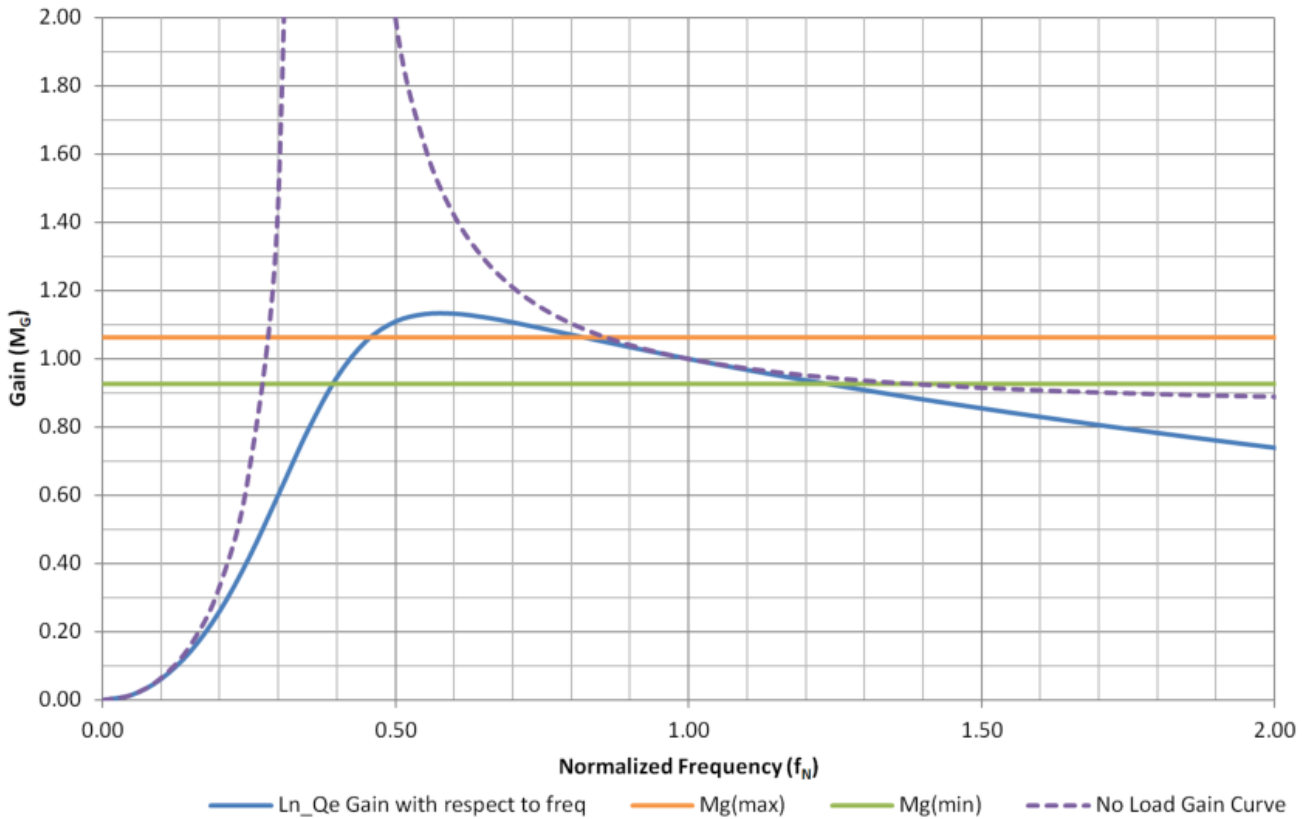

图 2. 该增益曲线针对 LLC-SRC 设计而构建。
100kHz 是硅基设计的常见谐振频率目标。对于音频应用，目标应设为 100kHz，以实现连续功率工作点。图 2 展示了针对上述示例的增益曲线。工作频率范围为 83kHz 至 139kHz。
2. 禁用突发模式：在待机模式下，转换器将需要通过标准开关操作来调节输出。这降低了轻负载效率，但可以降低复杂性并进一步消除任何可闻噪声问题，例如次级侧整流器寄生效应对增益曲线的影响。图 2 展示了增益曲线在较高频率下实际如何开始上升。如果无法达到最小增益，电源将失去调节功能。